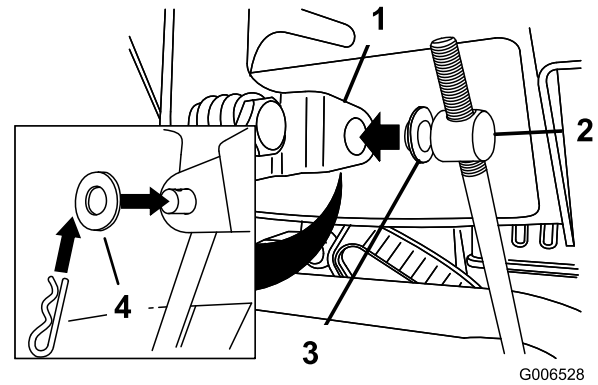

Bild 5
3. Legen Sie eine Flachscheibe auf den Drehzapfen (Bild 5).
6. Heben Sie die Geschwindigkeitsschaltstange an und setzen Sie den Drehzapfen in das Loch im Geschwindigkeitsschalthebel (Bild 5).
- B. Schließen Sie den Drehzapfen vom Geschwindigkeitsschalthebel ab (Bild 5).